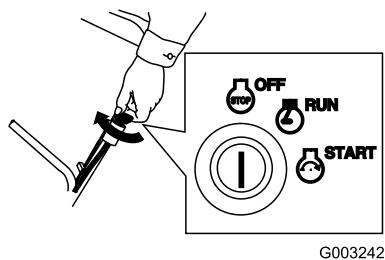

Figure 24
1. Tournez la clé de contact en position Contact coupé (Figure 24).